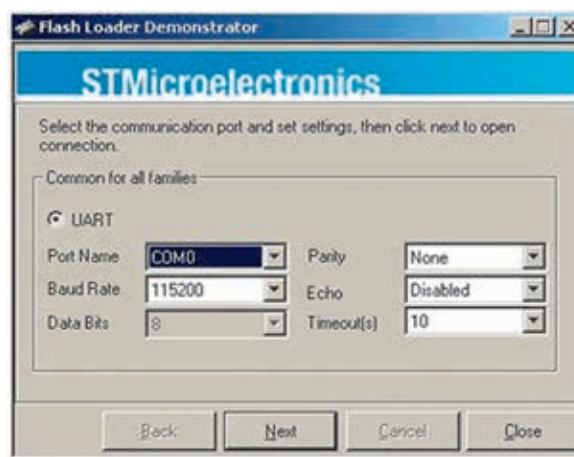

Рис. 11. Окно программы-программатора
- запустить установленную программу программатора, показанную на рис. 11;